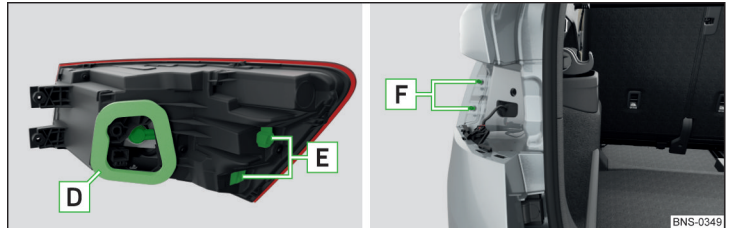

Fig. 378 Montage des lampes
- › Insérez l'ampoule avec les ouvertures **E** sur les boulons **F** » fig. 378 dans la carrosserie et appuyez sur l'ampoule avec précaution » **!**.
- Veillez à ne pas coincer le faisceau de câbles entre la carrosserie et l'ampoule **D** » fig. 378 lors du remontage – risque d'endommagement de l'installation électrique et de pénétration d'eau.